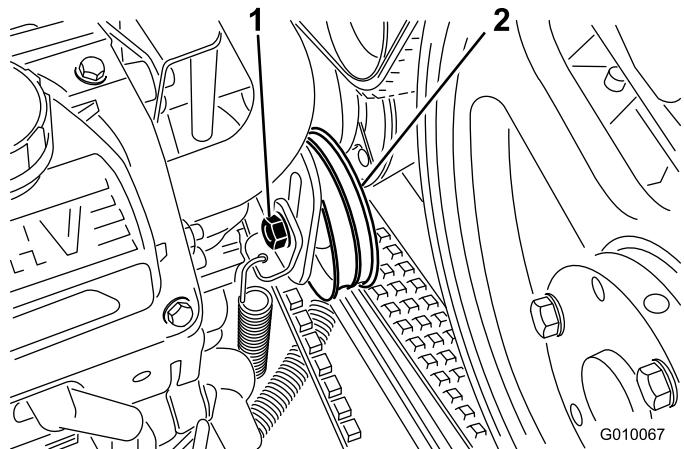

Bild 57
3. Lösen Sie die Pumpenriemenspannschraube so weit, dass sie im Einstellschlitz bewegen werden kann (Bild 57).